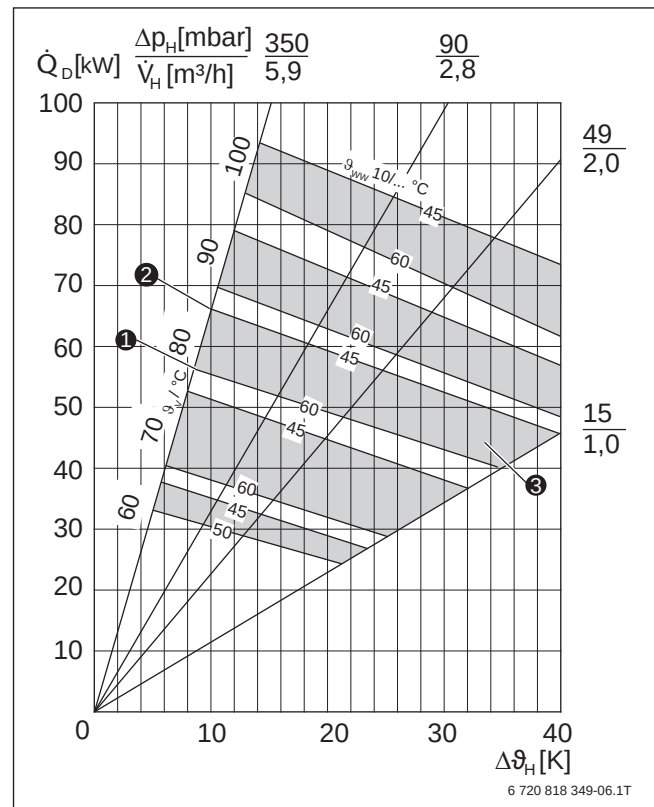

Bild 35 Dauerleistungsbereiche des Speichers Logalux SU500.5 (Vorlage → Bild 70, Seite 96)
Im Dauerleistungsdiagramm ist jeder Vorlauftemperatur ein graues Feld zugeordnet, das nach oben und unten begrenzt ist (→ Bild 35). Zum Beispiel ist das Feld $\vartheta_V = 80\text{ °C}$ ③ von den Kurven $\vartheta_{WW} = 10/45\text{ °C}$ ② und $\vartheta_{WW} = 10/60\text{ °C}$ ① begrenzt.